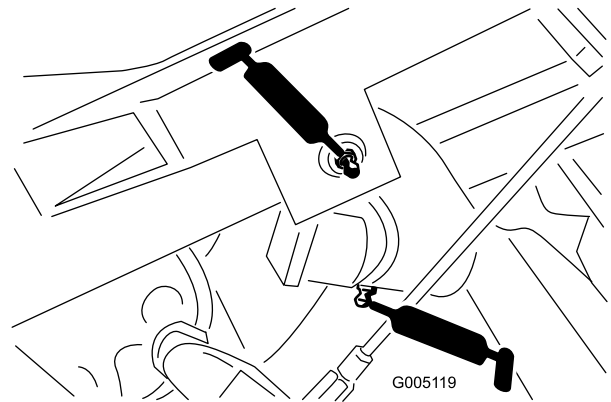

Figura 40
- Articulação do braço de elevação e engate da articulação (3) (Figura 40)